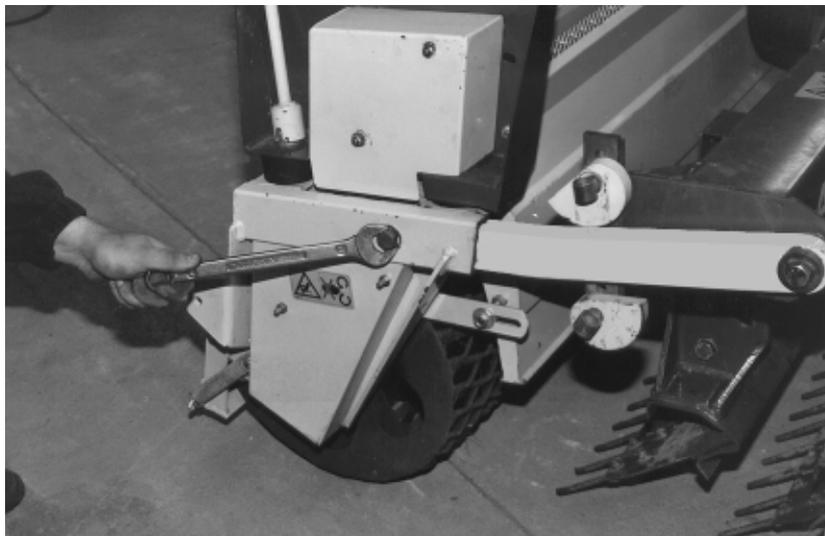

fig. 8
- retirar los tornillos de bloqueo de los brazos (fig. 8),